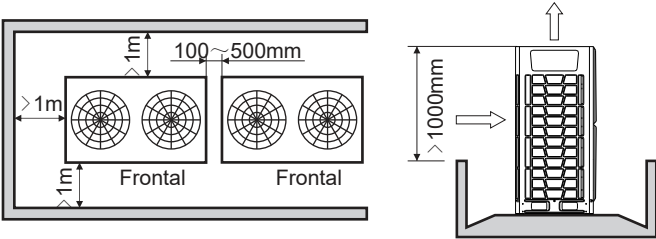

Fig. 3.11 1 rang
- 3) Lorsque les unités extérieures sont plus hautes que leur environnement et si elles doivent être disposées en rangée, voir Fig.3.11.